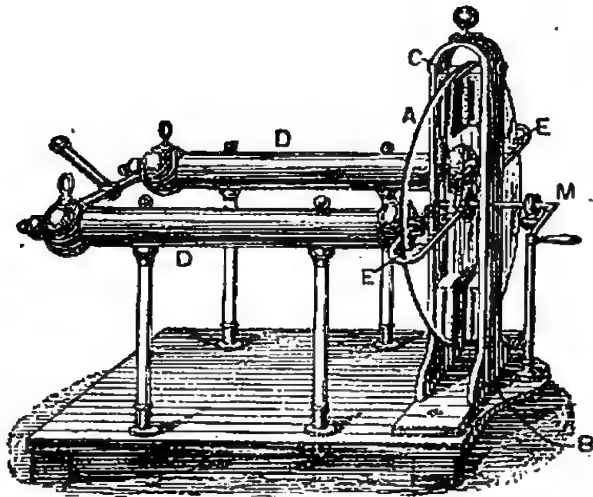

Fig. 548. — Machine électrique de Ramsden.
On en produit en abondance en se servant de *machines électriques* (fig. 548) et de *piles électriques*.
**2. Les machines électriques.** — Il existe diverses sortes de machines électriques. L'une des plus anciennes, la machine de *Ramsden* (fig. 548), se compose : 1o d'un **plateau de verre** que l'on fait tourner à frottement entre des coussins ; 2o de deux cylindres métalliques D, appelés *conducteurs*, isolés par des pieds de verre. Ces conducteurs portent deux pièces métalliques E, en forme de fer à cheval, garnies à l'intérieur de pointes qui aboutissent à une faible distance du plateau de verre.